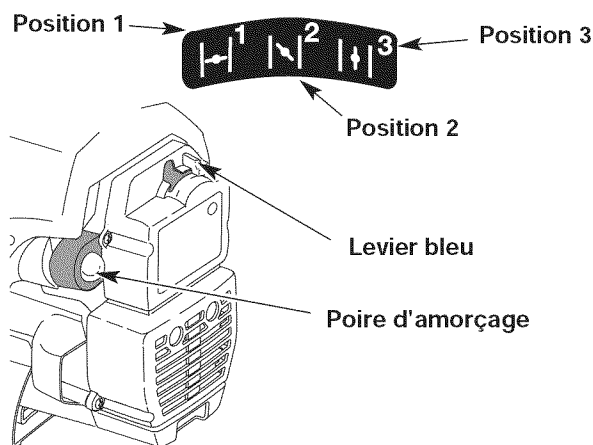

Fig. 10
2. Pressez et relâchez la poire d'amorçage à 10 reprises, lentement. Une certaine quantité de **carburant devrait être visible dans la poire d'amorçage** et les conduites de carburant (Fig. 10). Si vous n'apercevez pas de carburant dans la poire, pressez et relâchez la poire autant de fois que nécessaire jusqu'à ce que vous aperceviez du carburant dans cette dernière.
3. Mettez le levier bleu en Position 1 (Fig. 10).